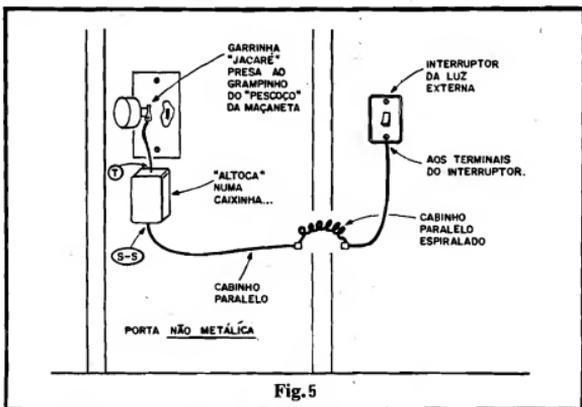

Fig. 5
- FIG. 5 - INSTALAÇÃO BÁSICA - Com o que mostramos e exemplificamos até agora, já deve ter dado para o Leitor/Hobbysta perceber que embora o ALTOCA tenha sido basicamente qualificado como "ALARME DE MAÇANETA", é certo que muitas outras aplicações práticas são possíveis... Entretanto, mesmo a nível de configurar claramente a instalação do dispositivo, nada como mostrar sua aplicação na "função do nome"... É o que faz o diagrama da fig. 5: com o circuito embutido numa pequena caixa plástica, esta poderá ser fixada à parte interna da folha da porta, usando-se para isso um pedaço de fita adesiva dupla face (o circuito/caixa forma um conjunto pequeno e leve, que a fita adesiva "aguentará" bem...). O lugar ideal será logo abaixo (ou ao lado) da fechadura da dita porta... Através de um pedaço curto de fio isolado e flexível (com uma garrinha "jacaré" na ponta livre), o ponto "T" da placa deve ser conectado eletricamente ao eixo metálico da maçaneta... Normalmente, nesse eixo, existe um grampo, travador do conjunto, que se prestará bem para a fixação e contato através da "jacarezinha"... Num exemplo prático e aplicativo bastante lógico, os pontos de Saída "S-S" deverão então ser ligados, através de um cabo paralelo isolado, flexível, aos terminais do interruptor da parede, que normal-
FIG. 6 - ACIONANDO UMA CAMPAINHA - No diagrama da fig. 5, se o Leitor/Hobbysta quiser, poderá também paralelar a campainha normal da casa, com o que esta soará juntamente com o acendimento da lâmpada controlada... Entretanto, a ALTOCA poderá ser usada exclusivamente como campainha residencial por toque, usando-se a instalação mostrada na fig. 6... Para tanto, remove-se o conjunto do "botão" original da campainha, instalando-se no local o circuito, dentro da mesma caixa padronizada (atenção às isolações...). O "espelho" frontal original deve ser substituído por um do tipo "cego", em cujo centro deve ser fixada uma plaqueta metálica, esta ligada internamente (por um pedaço curto de fio...) ao ponto "T" do Impresso (rever fig. 4). Notar que toda a parte já existente da fiação/instalação deverá permanecer exatamente como está, não sendo necessária nenhuma modificação, o que facilita bastante a aplicação da ALTOCA nessa função...! Só um lembrete (já falamos sobre isso...): se o conjunto do "botão" da campainha estiver instalado "ao tempo", numa parede ou muro externo sem nenhuma proteção, convém dotar o local de um pequeno "telhadinho" capaz de protegê-lo contra a chuva, evitando assim disparos "falsos" do sistema... Já "botões" de campainha internamente instalados (como os de apartamentos, por exemplo...), naturalmente protegidos contra a chuva, não precisarão desses cuidados especiais...